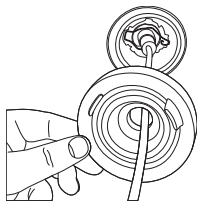

図5
- Assemble the gasket on the LED4 burner and ensure it is in the correct position as shown in Figure 5.
- LEDバルブのコードをダストカバーに通して、ダストカバーを元に戻します。正しい位置に取り付けられたか、ぐらつきがないか確認してください (図5参照)。
- 将垫圈组装在LED4灯体上，确保其处于适当位置，如图5所示。